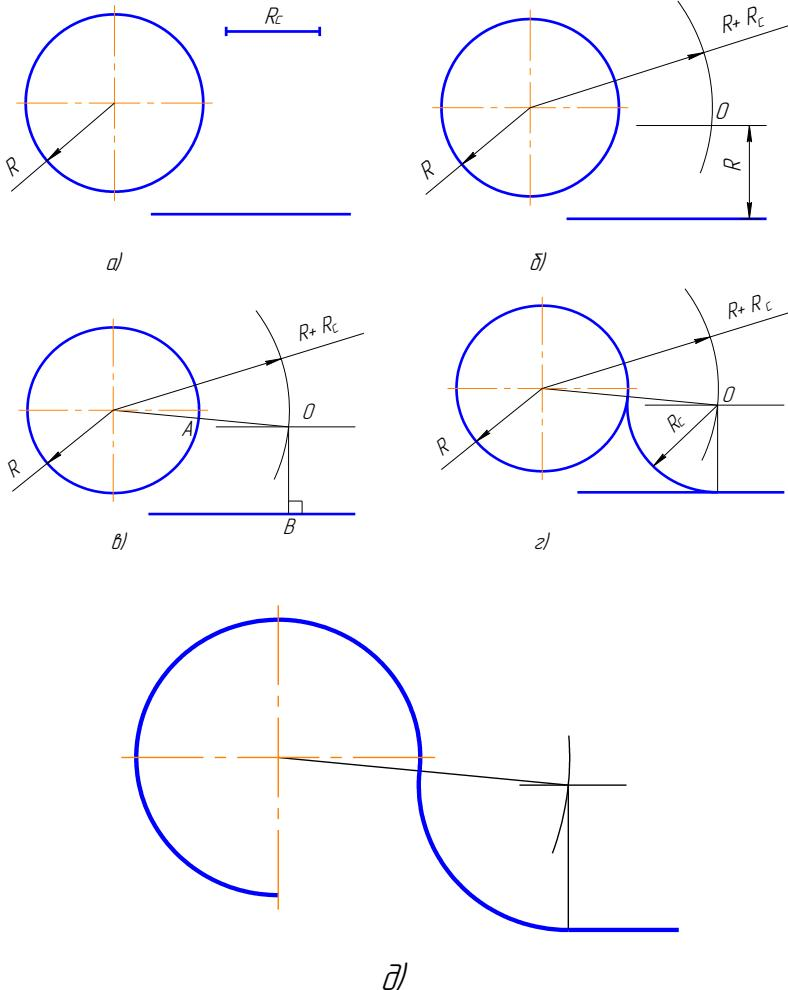

Рисунок 3.10 – Построение сопряжения дуги и прямой линии,
1. Находим центр сопряжения. На расстоянии, равном радиусу сопряжения, проводим геометрические места точек, равноудаленных от заданных прямой и окружности, (рисунок 3.10, б). Центр сопряжения – точка О.
2. Находим точки сопряжения А и В: опускаем перпендикуляр из точки О на заданную прямую и соединяем точку О с центром заданной окружности (рисунок 3.10, в);
3. Строим дугу сопряжения: между точками сопряжения проводим сопрягающую дугу заданного радиуса R, (рисунок 3.10, е).